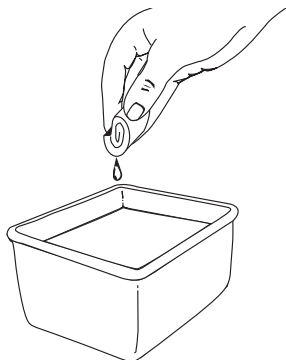

Fig. 36
3. Lavez le filtre dans un mélange d'eau et de détergent (Fig. 36). Rincez le filtre abondamment et laissez-le sécher.